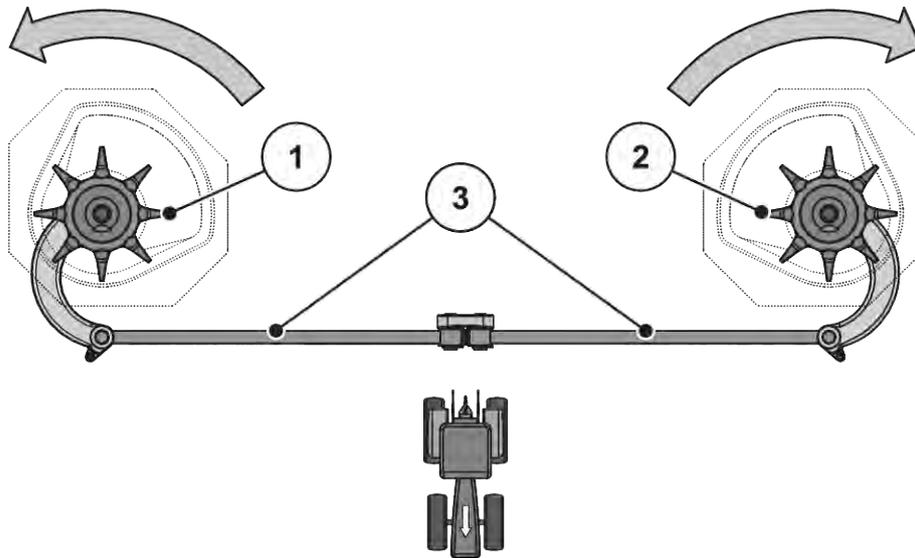

Abb. 93: Rührwerksantrieb prüfen
- Rührkopf von Hand **in die Drehrichtung der Wurfscheibe** drehen. Siehe *Abb. 93 Rührwerksantrieb prüfen*.
- Rührkopf von Hand oder mithilfe eines Ölfilterbandes kräftig **gegen die Drehrichtung der Wurfscheibe** drehen. Siehe *Abb. 93 Rührwerksantrieb prüfen*